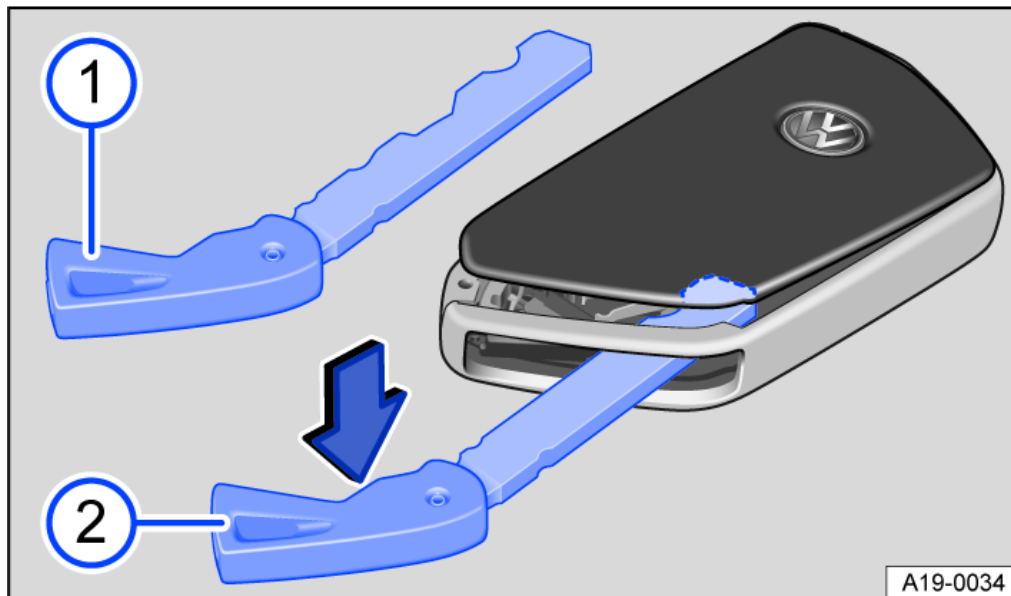

Abb. 1 Fahrzeugschlüssel: Batteriefachabdeckung öffnen.
— Notschlüssel → Abb. 1 ① entnehmen (→ Fahrzeugschlüssel, Notbedienen).
— Notschlüssel in den Schlitz stecken → Abb. 1 ②, in Pfeilrichtung drücken und die Abdeckung aushebeln.